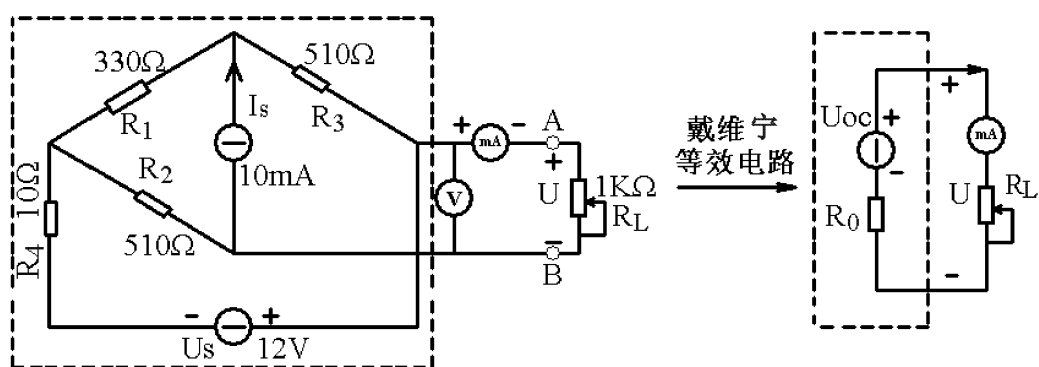

图 1-2 有源二端网络及戴维南等效电路
被测有源二端网络及戴维南等效电路如图 1-2 所示。
(1) 用开路电压、短路电流法测定戴维南等效电路的 U_{oc} 和 R_0 。在图 1-2 中，接入稳压电源 $U_S=12V$ 和恒流源 $I_S=10mA$ ，断开 R_L ，测定 U_{oc} 。把 A、B 两端短路测定短路电流 I_{sc} ，并计算出 R_0 ，将结果填入表 1-2。(测 U_{oc} 时，不接入毫安表。)
(3) 验证戴维南定理
①从电阻箱上取表 1-2 所得的等效电阻 R_o 之值; ②把电工实验台的直流稳压电源调到表 1-2 所测得的 U_{oc} 之值; ③将电阻 R_o 、 U_{oc} 、电流表和 R_L 相串联, 如图 1-2 所示; ④改变负载 R_L 的值 (**R_L 在 100-900 Ω 中等间隔取 9 个阻值**), 得到一组电压和电流值, 将结果填入表 1-4 中, 并在同一坐标下绘出其伏安特性曲线, 对戴维南定理进行验证。
2. 在本实验中可否直接作负载短路实验? 请实验前对线路图 1-2 预先作好计算, 以便调整实验线路及测量时可准确地选取电表的量程。